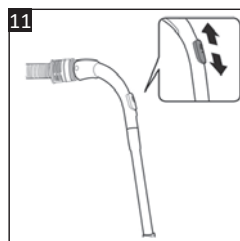

Fig. 11
- Lorsqu'il est difficile de déplacer la brosse pour sols (18) sur le sol ou la moquette, vous pouvez également régler la puissance d'aspiration avec le bouton de puissance d'aspiration (8) sur la poignée du tuyau d'aspiration (**Fig. 11**). Faites glisser le bouton vers le haut/bas pour régler la puissance.